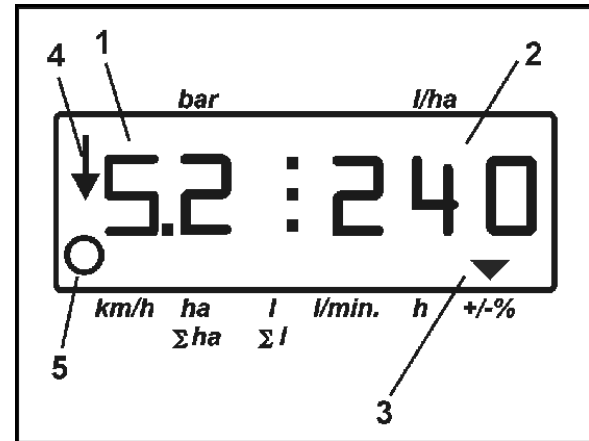

Рис. 13
- Во время опрыскивания отображается рабочий дисплей. Рис. 13/...
- Давление опрыскивания (1)
- Фактическая норма внесения (2)
- Агрегат в рабочем положении (4) секционные клапаны включены, скорость движения
- Агрегат проходит участок (5)